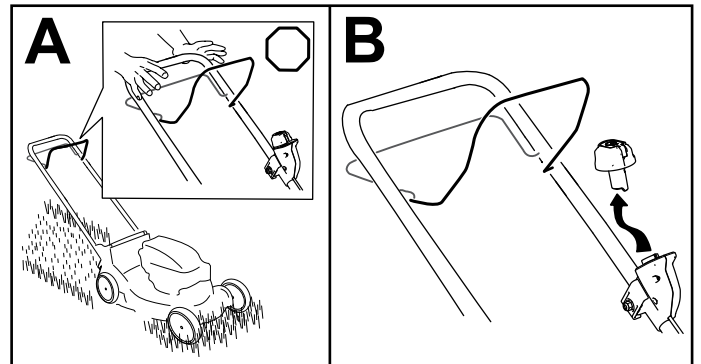

Figure 14
1. Relâchez la barre de commande de la lame (A de la Figure 14).
2. Retirez le bouton de démarrage électrique du démarreur électrique (B de la Figure 14).